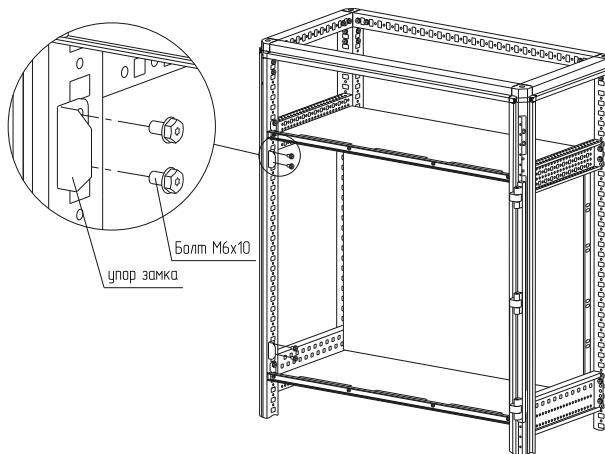

Рисунок 56
4.28.6 Установите упоры замка в соответствующие места болтами M 6×10 (рисунок 56), момент затяжки – 7 Н·м.